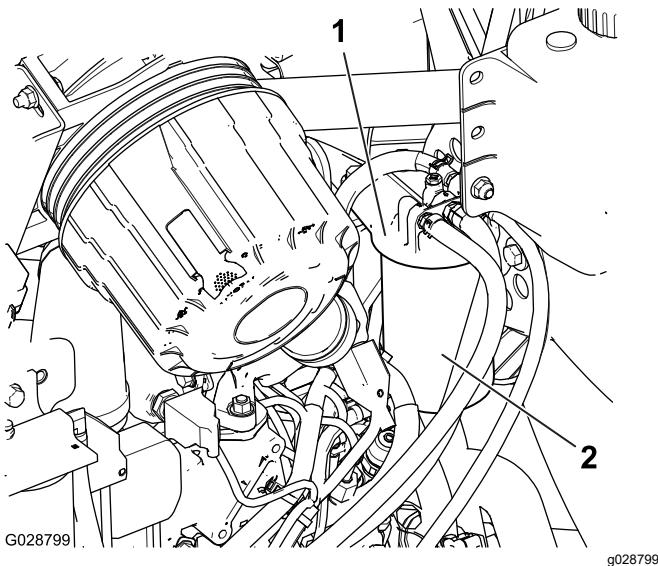

图 52
1. 清理燃油滤清器头附近的区域 图 52。
2. 拆下滤清器并清洁滤清器头安装面 图 52。